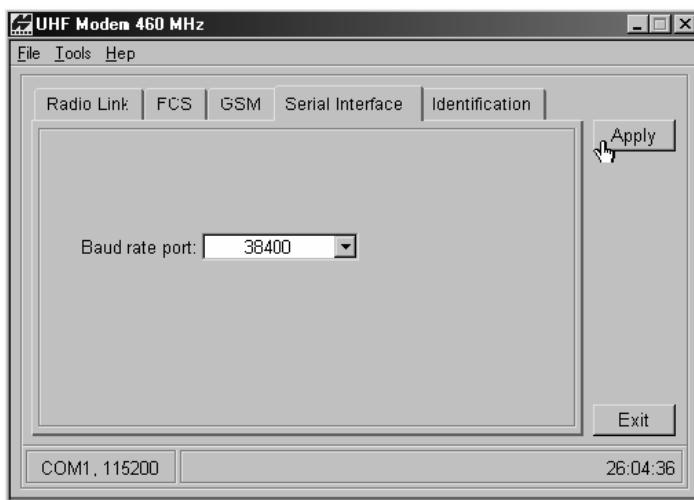

Рисунок 2-21 Пример выбора скорости передачи данных для модема
2. Во вкладке *Serial Interface* (*Последовательный интерфейс*) выберите скорость передачи данных для последовательного порта радиомодема (см. рис. 2-21). Для последовательных портов приемника и радиомодема следует установить одинаковую скорость.
3. На вкладке *Serial Interface* (*Последовательный интерфейс*) выберите скорость передачи данных для последовательного порта радиомодема (см. рис. 2-21 на стр. 2-30). Для последовательных портов приемника и радиомодема следует установить одинаковую скорость.
3. Во вкладке *Serial Interface* (Последовательный интерфейс) выберите скорость передачи данных для последовательного порта радиомодема (см. рис. 2-21 на стр. 2-30). Для последовательных портов приемника и радиомодема следует установить одинаковую скорость.